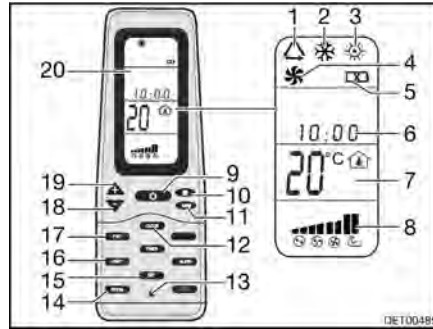

Bild 126 Fjärrstyrning
- Tryck på knappen ON/OFF (Bild 126,9).
- Tryck så många gånger på knappen "Mode" (Bild 126,11) tills önskad driftstyp (Bild 126,1, 2, 3 eller 4) visas på displayen (Bild 126,20).
- Ställ in önskad temperatur med knapparna "+" (Bild 126,19) och "-" (Bild 126,18).
- Med knappen Fläktvarvtal (Bild 126,10) väljs önskad fläktkapacitet.